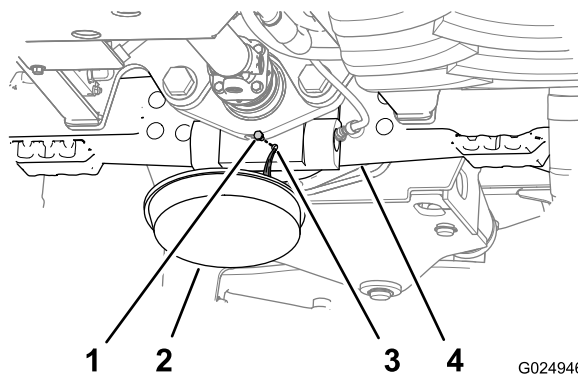
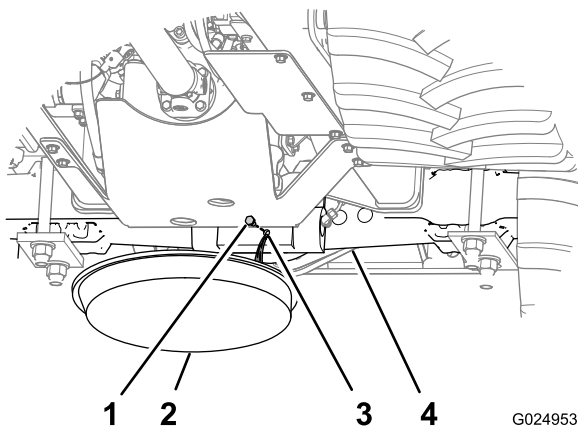

Figura 88
Figura 89
- Mettete una bacinella di spurgo sotto l'alloggiamento del pignone dell'assale (Figura 88 e Figura 89).
2. Rimuovete i tappi dal foro spia e dal foro di spurgo negli alloggiamenti del pignone per gli assali (Figura 88 e Figura 89).